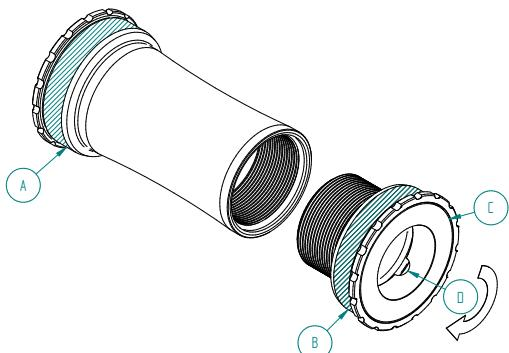

Fig. 2
- Lubricate both caps (A and B) surfaces where BB fit the BB shell of frame area of the frame (Fig. 2).
- Install the left cap (A) on the left side of the frame, thus making sure to bring the cap stop in touch with the frame and taking care not to stress the bearings (C).
- Install the right cap (B) on the right side of the frame, thus screwing it manually by turning it clockwise to couple it to the left cap.
- Make sure to carry out maintenance on the CeramicSpeed bearings at the times and in the manner required by the original Manufacturer's instruction booklet, supplied inside the INTEGRALE RD 86,5x41 bottom bracket box. To carry out maintenance, it is necessary to remove the external support (C) by pulling out on one of the two special semicircular slots (D).
- Lubrifiez les deux cuvettes (A et B) dans la zone d'interférence du cadre (Fig. 2).
- Installez la cuvette de gauche (A) dans la partie gauche du cadre, en veillant à mettre la butée de la cuvette en contact avec le cadre et à ne pas exercer de contrainte sur les roulements situés sous le support extérieur gris (C).
- Installez la cuvette de droite (B) dans la partie droite du cadre, en la vissant manuellement dans le sens des aiguilles d'une montre pour l'accoupler à la cuvette de gauche.
- Veillez à entretenir les roulements CeramicSpeed aux fréquences et selon les modes figurant dans la notice du fabricant, fournie dans la boîte du boîtier de pédales intégral RD 86,5x41. Pour effectuer l'entretien, le support extérieur gris (C) doit être retiré en faisant levier sur l'une des deux fentes semi-circulaires spécifiques (D) situées à l'intérieur.
- Schmieren Sie beide Kappen(A und B) im Eingriffsbereich des Rahmens (Abb. 2).
- Installieren Sie die linke Kappe (A) im linken Teil des Rahmens. Achten Sie dabei darauf, den Anschlag der Kappe in Kontakt mit dem Rahmen selbst zu bringen und achten Sie darauf, dass die Lager unter der externen grauen Stütze (C) nicht zu belasten werden.
- Installieren Sie die rechte Kappe (B) im rechten Teil des Rahmens, indem Sie sie manuell durch Drehen im Uhrzeigersinn festschrauben, um sie mit der linken Kappe zu verbinden.
- Verwissen Sie sich, die Wartung der Lager von CeramicSpeed innerhalb der Zeiten und Bedingungen, die in der Bedienungsanleitung des Herstellers angegeben sind, die in der Schachtel des integralen Tretlagers RD 86,5x41 mitgeliefert wird, einzuhalten. Um die Wartung durchzuführen, ist es erforderlich, den externen grauen Träger (C) zu entfernen, indem einer der entsprechenden halbrunden Schlitzte, die intern angeordnet sind, genutzt wird.
- Lubrique ambas cazoletas (A y B) en la zona de interferencia del cuadro (Fig. 2).
- Instale la cazoleta izquierda (A) en la parte izquierda del cuadro, asegurándose de que el tope de la cazoleta entre en contacto con el cuadro y teniendo cuidado de no forzar los rodamientos situados debajo del soporte exterior gris (C).
- Instale la cazoleta derecha (B) en la parte derecha del cuadro, enroscándola a mano en sentido horario, para acoplarla a la cazoleta izquierda.
- Asegúrese de efectuar el mantenimiento de los rodamientos CeramicSpeed con la asiduidad y modalidades indicadas en el manual de instrucciones del producto suministrado dentro de la caja del movimiento central Integrale RD 86,5x41. Para efectuar el mantenimiento es necesario retirar el soporte exterior gris (C) haciendo palanca en una de las dos hendiduras semicirculares (D) dispuestas en la parte interior.